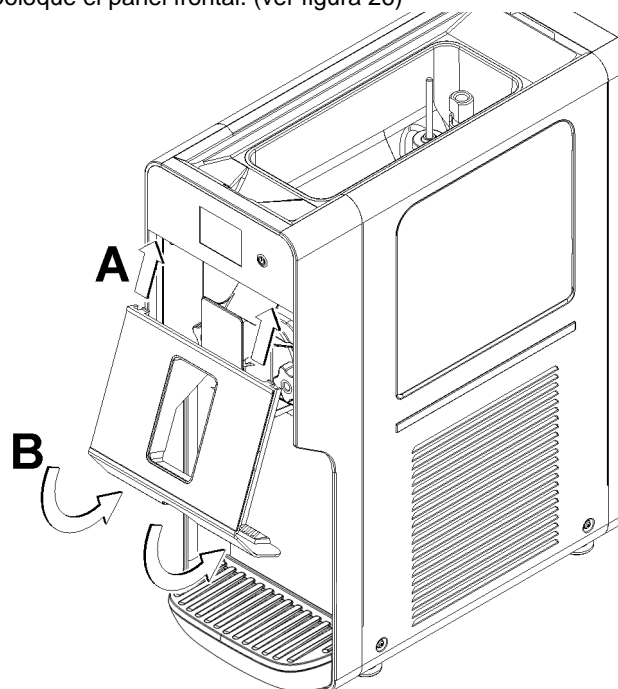

figura 26
- 5 Coloque el panel frontal. (ver figura 26)